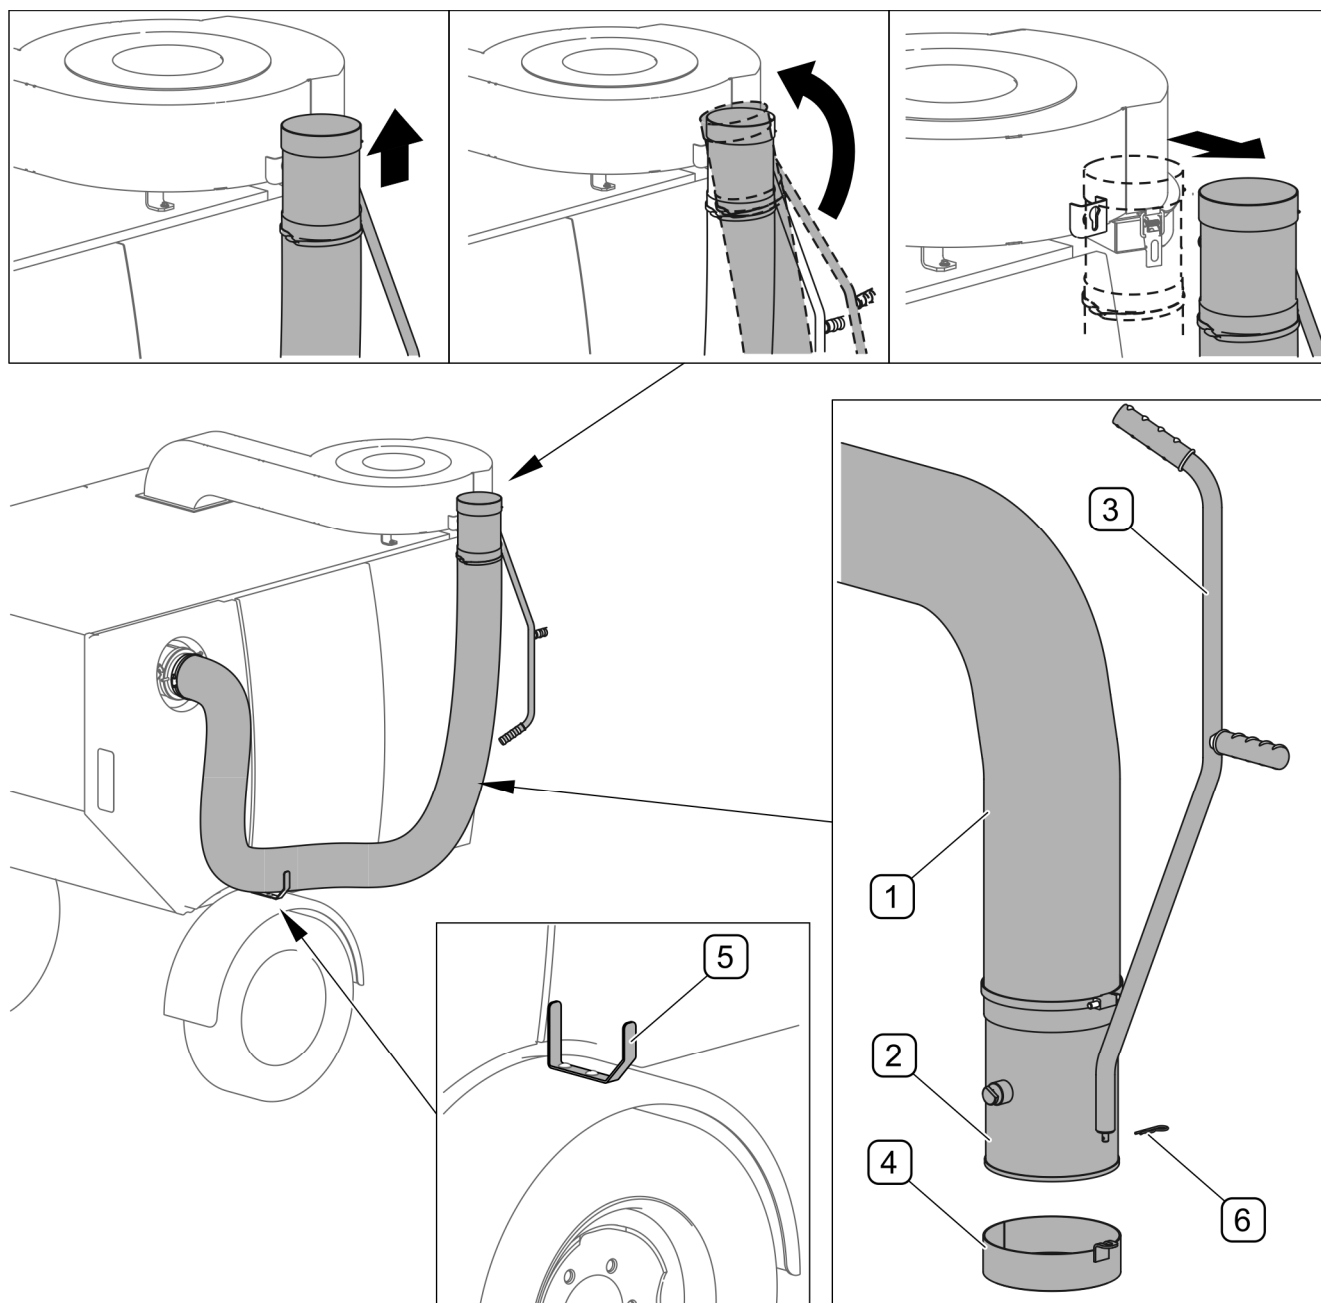

РИСУНОК 4.19 Насадка для збору листя
(1) - всмоктувальна труба; (2) - всмоктувальна насадка; (3) - тримач; (4) - кришка;
(5) - кронштейн; (6) - запобіжник шплінт
Бічна насадка для збору листя (РИСУНОК 4.19) складається з всмоктувальної труби (1), всмоктувальної насадки (2) з тримачем (3), кришки (4) із запобіжним шплінтом (6). Всмоктувальну насадку (2) встановлено з правої сторони на корпусі пристрою для видалення пилу, т.зв. циклона. Кронштейн (5), встановлений на правому крилі, служить для тримання всмоктувальної труби (1).